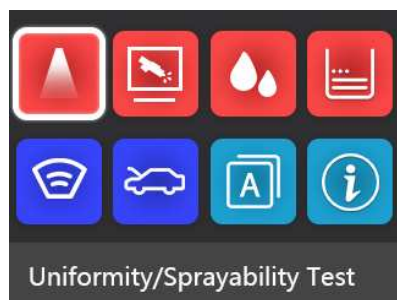
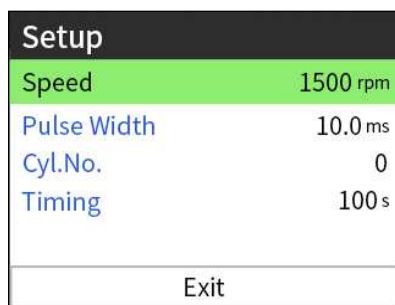

Рис. 5.1.2
Рис. 5.1.3
- 5) Как показано далее: выберите [Uniformity/Sprayability test] в главном меню, как показано на рис. 5.1.2; установите соответствующие рабочие параметры, как показано на рис. 5.1.3; нажмите кнопку [Run] (замечание: нажмите